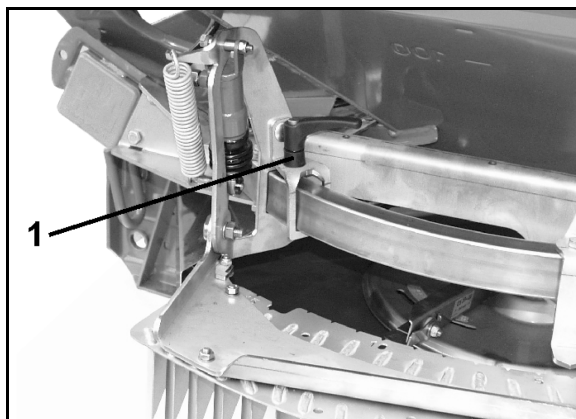

Рис. 75
1. Для цього відпустіть затискний важіль (Fig. 75/1).